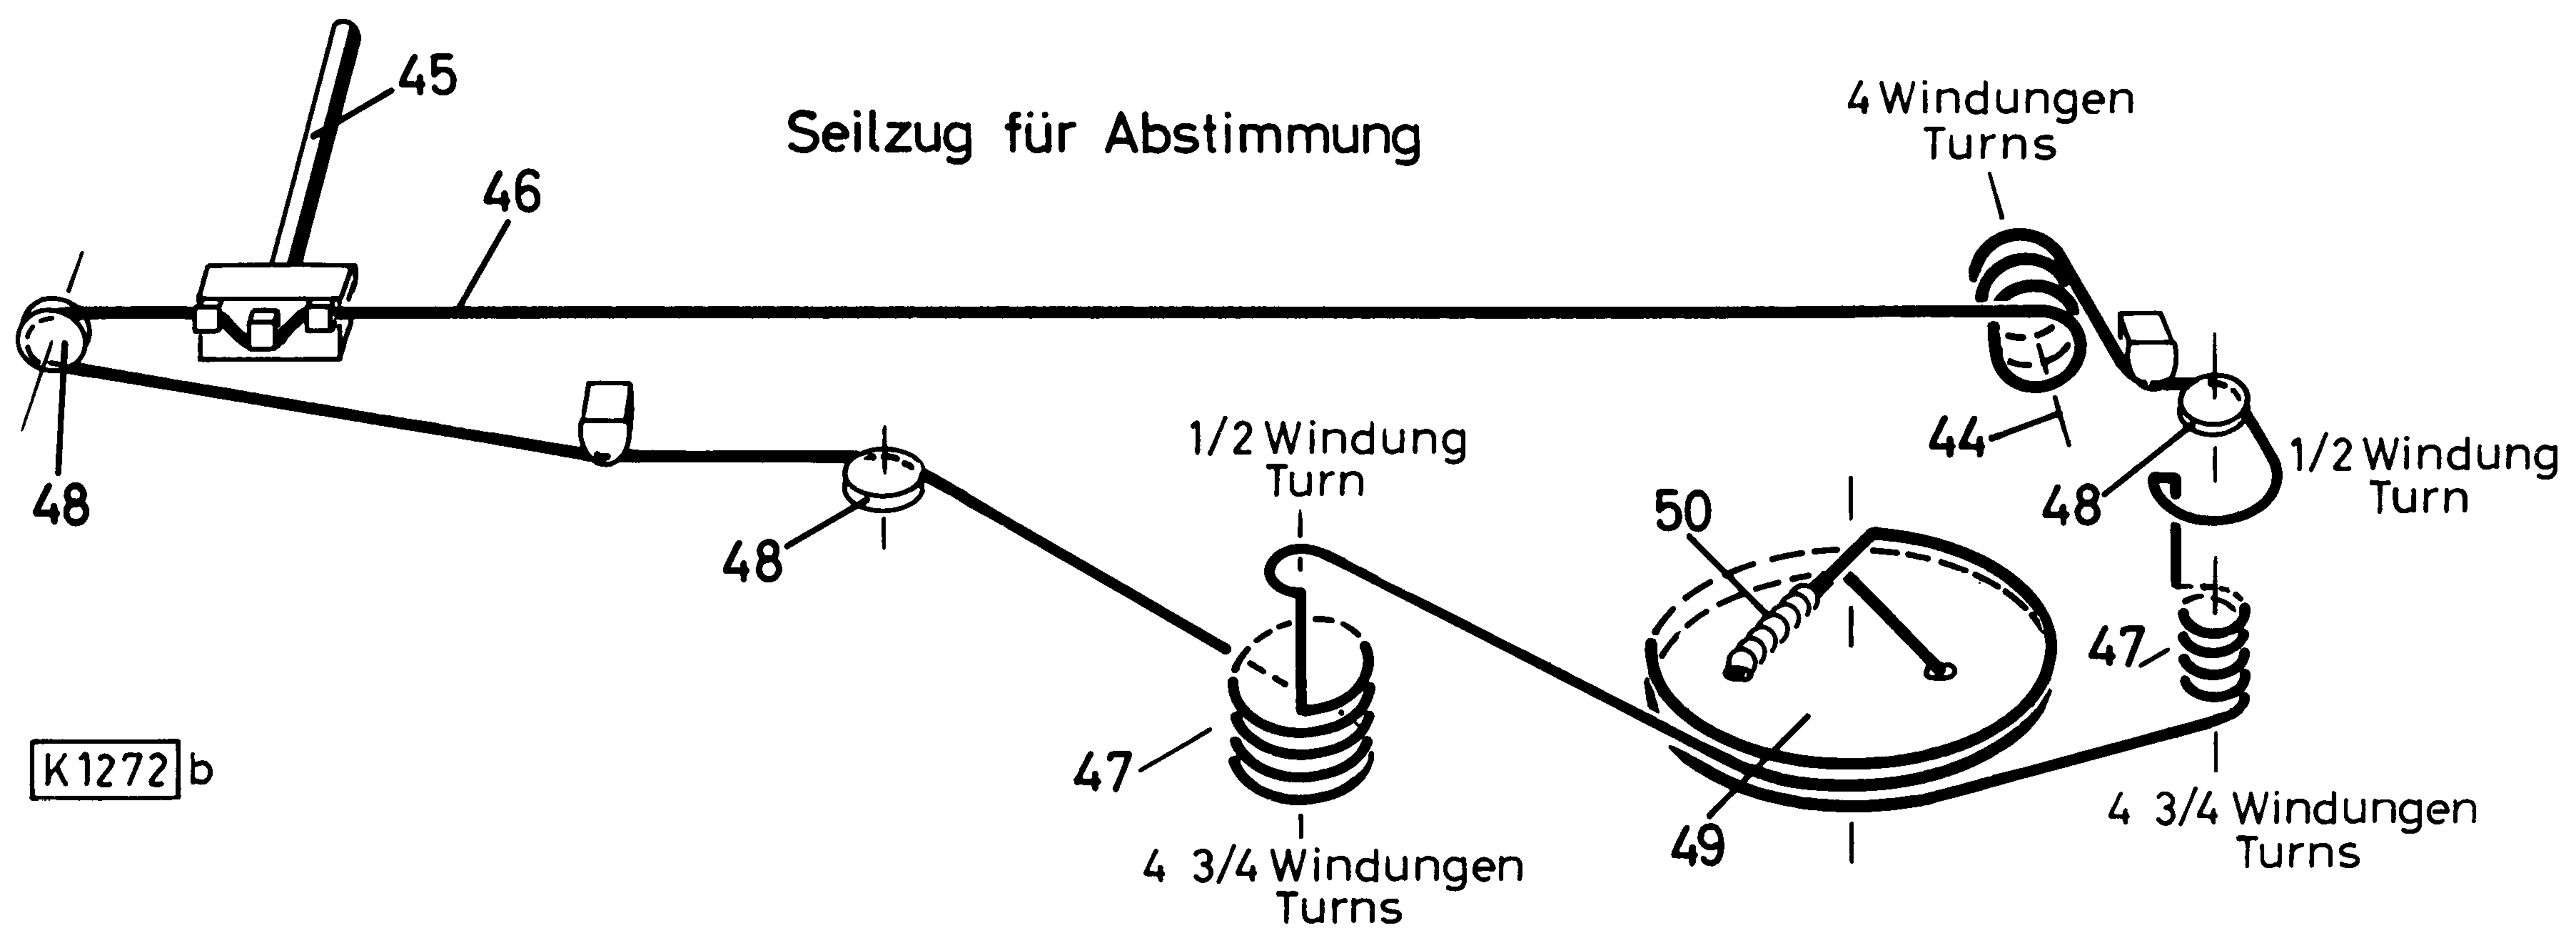

Fig. 5
- 3.2 Skalenseil ca. 1,25 m nach Fig. 5 auflegen.
(Beim Auflegen auf die Stellung des Zeigers und die Stellung der Doppelräder nach Fig. 5 achten).
- 3.2 Mount dial cord approx. 1.25 m as per fig. 5.
(When mounting, observe position of pointer and position of double wheels acc. to fig. 5).